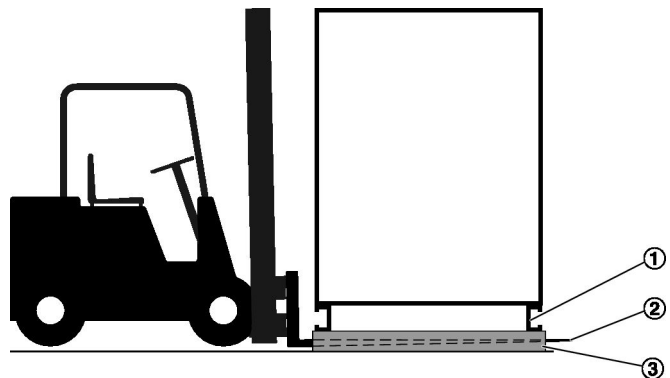

Abb. 11: Transport mit dem Gabelstapler
1. ▶ Die Gabeln (Abb. 11 /3) des Gabelstaplers so weit zwischen die Vierkanttransporthölzer (Abb. 11 /2) fahren, dass sie auf der Gegenseite unter dem Grundrahmen (Abb. 11 /1) herausragen.